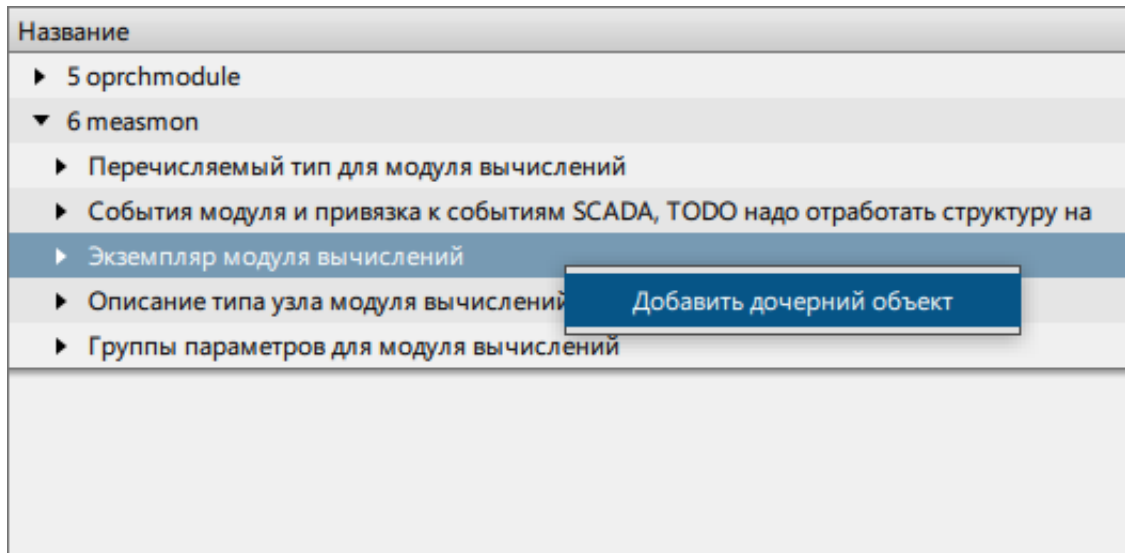

Рисунок 425 - Экземпляр модуля вычислений
4. Нажмите **ПКМ** по **Экземпляр модуля вычислений** и выберите **Добавить дочерний объект** (Рисунок 425).